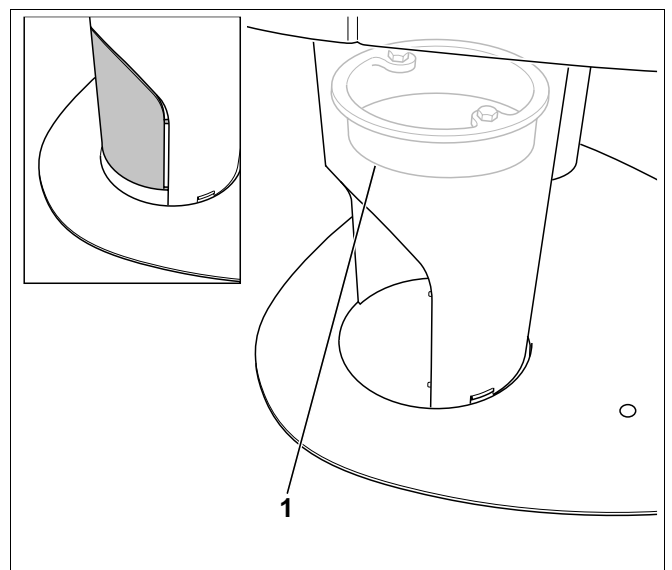

Abb. 13 Verbrennungsluftstutzen
Über den Verbrennungsluftstutzen (Abb. 13, **Pos. 1**) wird die Verbrennungsluft dem Feuerraum zugeführt. Die Verbrennungsluft wird im Korpus des Kaminofens verteilt.
- Verbrennungsluftversorgung von hinten: Abdeckung an der Rückseite des Kaminofens an der Perforierung herauslösen (Abb. 13).
- Eine Verbrennungsluftleitung an den Verbrennungsluftstutzen (Abb. 13, **Pos. 1**) anschließen.
Der Durchmesser des Verbrennungsluftstutzens (Abb. 13, **Pos. 1**) beträgt 120 mm.